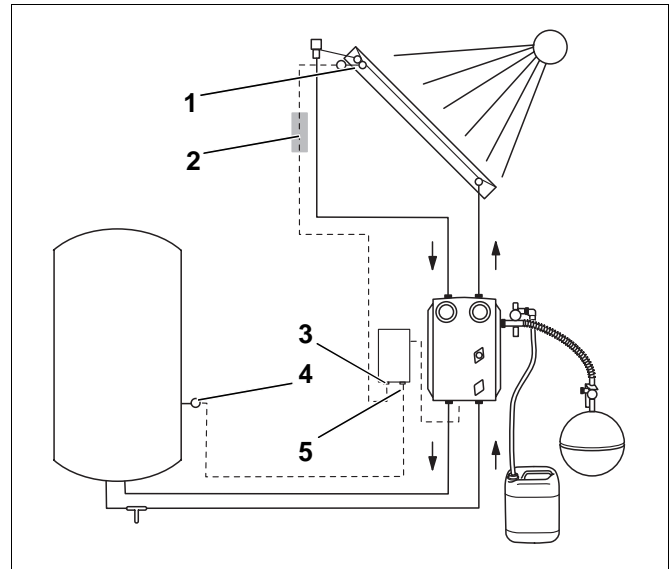

Abb. 10 Fühlermontage
- Den Kollektorfühler in der vorgesehenen Öffnung des Kollektors platzieren und mit Hilfe der Schraubverbindung gegen Herausfallen sichern (Abb. 10, **Pos. 1**). Genauere Informationen entnehmen Sie bitte dem Montagehinweis am Kollektor.
- Zur Verbindung der Kollektorfühlerleitung mit der Verlängerung benutzen Sie den beiliegenden Fühlerleitung-Verbinder mit der für Außenanwendung geeigneten grauen Dose (Abb. 10, **Pos. 2**) und Klemmleiste.
- Den Fühler für die Temperaturmessung im Speicher (Abb. 10, **Pos. 4**) an der vorgesehenen Mess-Stelle am Speicher anbringen (Wärmeleitpaste verwenden). Genauere Informationen entnehmen Sie bitte der dem Speicher beigelegten Montageanweisung.
- Die Verbindung mit dem Solarregler wird nach der Montageanweisung des jeweiligen Solarreglers hergestellt (Abb. 10, **Pos. 3 u. 5**).